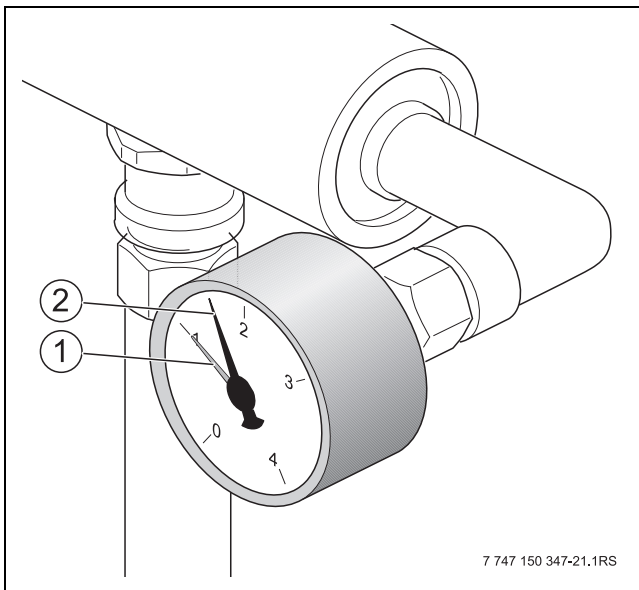

Bild 6 Manometer
- Wenn der Betriebsdruck durch das Entlüften abfällt (siehe Einstellung roter Zeiger am Manometer → Bild 6, Seite 12), muss Wasser nachgefüllt werden.